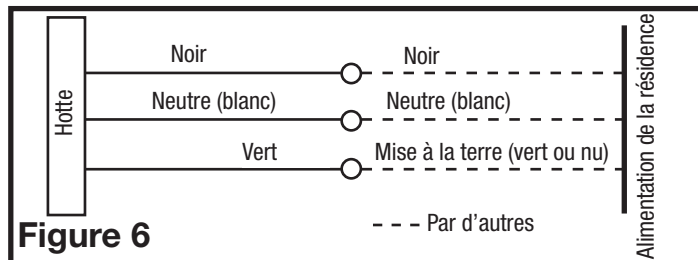

Figure 6
3. Examinez le couvercle du compartiment de câblage et sélectionnez l'entrée des câbles la plus appropriée puis retirez l'alvéole défonçable. Passez le câble d'alimentation dans l'ouverture et installez un serre-câble approprié. Connectez les deux câbles blancs lâches de la hotte au câble blanc de l'alimentation, et le câble noir lâche de la hotte au câble noir de l'alimentation. Branchez le fil de mise à la terre (vert ou dénudé) du bloc d'alimentation à la vis de mise à la terre verte de la hotte. Suivez les méthodes homologuées pour effectuer toutes les connexions (Figure 6).